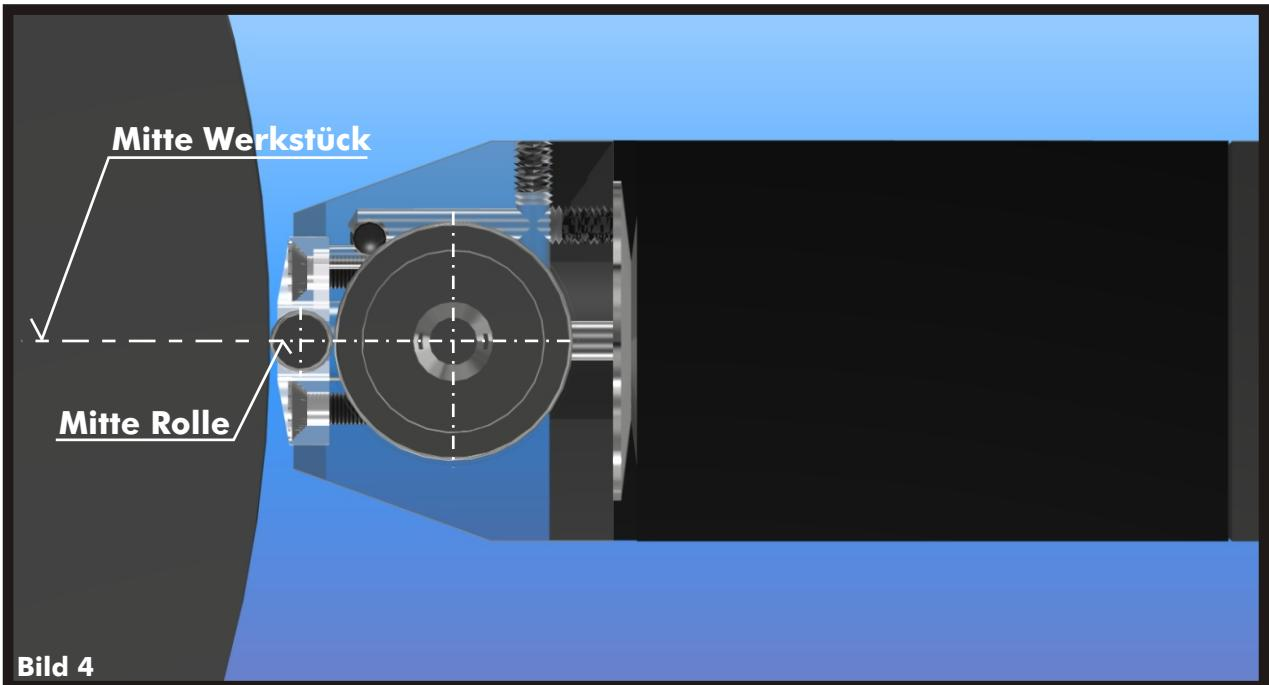

Bild 4
- > Richten Sie das Werkzeug so ein, das Rollenmitte und Werkstückmitte identisch sind (Bild 4).